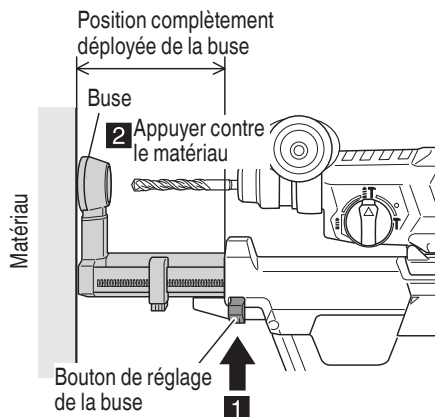

Fig. 11
- (1) Appuyer sur le bouton de réglage de la position de la buse et s'assurer que la buse est complètement déployée. (Fig. 11)
- (2) Tout en maintenant l'outil de telle manière à ce que le commutateur ne soit pas enfoncé, placer la buse contre le matériau à percer. (Fig. 11)